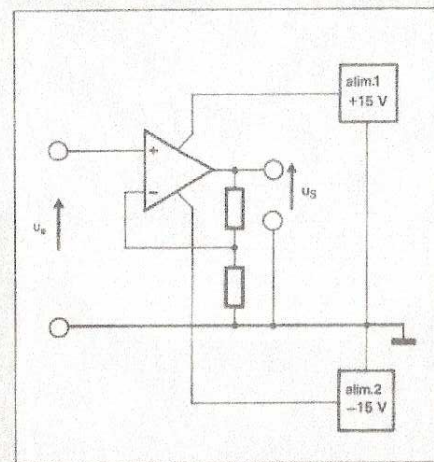

Figure 2 - L'amplificateur non-inverseur, alimenté en symétrique, permet d'amplifier des tensions positives, négatives, ou alternatives.
La caractéristique principale des amplificateurs opérationnels découle du principe lui-même : ces amplificateurs, contrairement aux autres, ont deux entrées. C'est ce que représente le schéma, bien connu maintenant, de l'amplificateur opérationnel (figure 2). Nous reviendrons sur la dénomination des entrées.
La figure 2 reprend, avec des alimentations symétriques, le schéma de l'amplificateur non-inverseur de la première partie. Les limitations imposées à la tension d'entrée par le seuil base-émetteur des transistors disparaissent. Il était impossible, avec une alimentation simple, de traiter des tensions inférieures à 0,6 V. C'est possible maintenant, et nous pouvons même traiter des tensions négatives par rapport à la masse. Appliquons une tension de -1 V à l'entrée du montage : la sortie passe à -10 V. Le fonctionnement reste identique avec des tensions positives, donc nous pouvons amplifier des tensions alternatives.
La valeur de la tension de référence est sans importance, tant qu'elle reste dans la plage admise par l'amplificateur opérationnel. Elle est habituellement bornée par la tension des alimentations, diminuée de 1 V ou 1,5 V. Dans le cas du 741, elle s'étend de +13 V à -13 V pour une alimentation de ± 15 V. Reportons-nous à la figure 2, schéma interne de l'étage d'entrée du 741. L'explication saute aux yeux : les résistances R_1 et R_3 et les jonctions base-émetteur de Q_1 , Q_3 et Q_5 ne peuvent travailler qu'avec une tension à leurs bornes.
Figures 2 et 3 - Rappel de la structure interne de l'amplificateur opérationnel (LM) 741 (figure 2). Les entrées sont à transistors NPN. Schéma du LM 358 (figure 3) avec ses entrées à transistors PNP.
Le sommateur ou additionneur est représenté à la figure 1. Il comporte deux entrées, auxquelles sont appliquées les deux tensions à additionner, V_1 et V_2 . L'amplificateur opérationnel abaisse sa tension de sortie jusqu'à ce que la tension de l'entrée inverseuse (-) soit égale à celle de l'entrée non-inverseuse (+). Le point de sommation, correspondant à l'entrée inverseuse, est au même potentiel que l'entrée non-inverseuse, c'est une **masse virtuelle** (figure 2). Dans ces conditions, les résistances $R1$ et $R2$ sont traversées chacune par un courant. Comme les entrées de l'amplificateur opérationnel ne consomment aucun courant, les courants qui traversent $R1$ et $R2$ ne vont pas à la masse, mais traversent la résistance de contre-réaction R_{CR} .